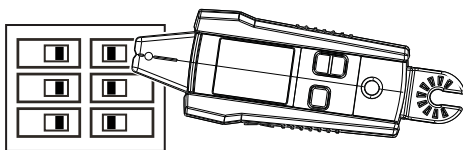

Figure 3.2c : Alignement de la fente du capteur à pointe et du disjoncteur
2. Alignez la fente du capteur à pointe au disjoncteur dans le sens de la longueur (voir Figure 3.2c).